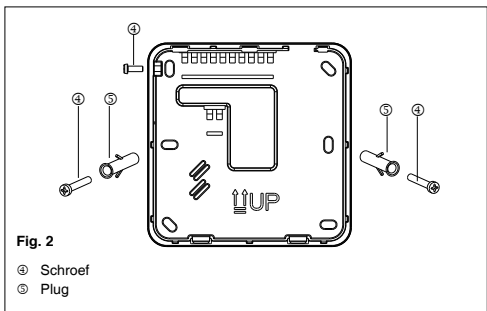

Fig. 2
- Verwijder de borgschroef op de bovenste linkerzijde om de eenheid van de bedieningseenheid te scheiden (Fig. 2). Maak de eenheid vast op de muur en markeer de boorgaten.
- Bevestig de regelaar op de muur met de pluggen ②.
- Doe de afdekking weer op de regelaar en maak vast met de eerder verwijderde schroef (Fig. 2).